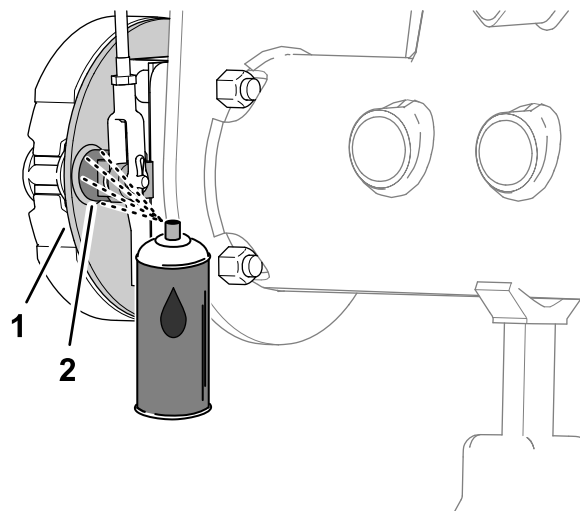
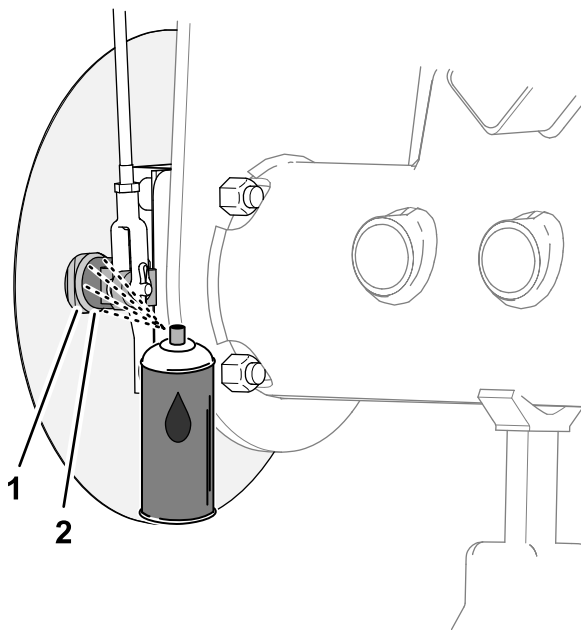

Figura 65
Figura 66
1. No lado interior da placa traseira dos travões (máquinas sem o resguardo de relva do aro da roda opcional) ou o resguardo da roda (máquinas com o resguardo de relva do aro da roda opcional), pulverize óleo penetrante entre o veio do excêntrico dos travões e a placa posterior (Figura 65 ou Figura 66).